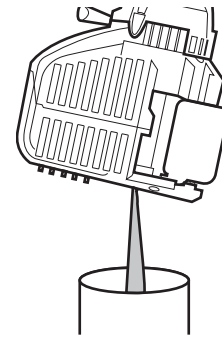

Fig. 27
- Si el nivel de aceite es demasiado alto, incline la unidad y drene el exceso de aceite en un recipiente adecuado (Fig. 27).
3. Incline la unidad verticalmente para verter el aceite fuera del orificio de llenado de aceite y al interior del recipiente (Fig. 27). Deje bastante tiempo para que se drene completamente.